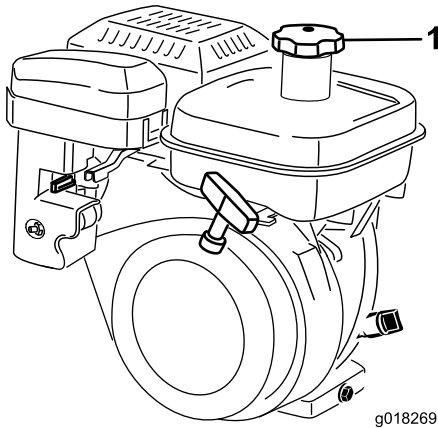

图22
1. 清理燃油箱盖附近的区域、从油箱上取下盖子（图22）。请使用无铅汽油、加油时、油位不得超过滤网的底部。切勿过量添加。